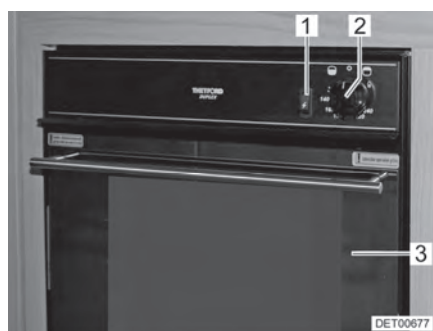
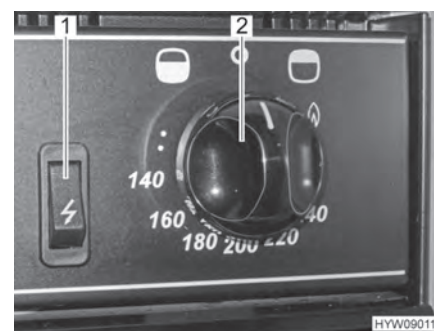

Bild 118 Gasugn med grill
Bild 119 Reglage (gasugn med grill)
- Öppna ugnsluckan (Bild 118,3) helt.
- Tryck vridregulatorn (Bild 118,2 och Bild 119,2) och ställ den moturs (i riktning mot ugn-symbolen "☀") till maximal ställning.
- Tryck på vridregulatorn (Bild 118,2 och Bild 119,2) under 5 till 10 sekunder. Gasen strömmar till brännaren.
- Tryck på tändaren (Bild 118,1 och Bild 119,1) tills lågan tänds.
- Tryck vridregulatorn (Bild 118,2 och Bild 119,2) och ställ den medurs (i riktning mot grill-symbolen "☀") till flammans symbol.
- Vrid med vridregulatorn (Bild 118,2 och Bild 119,2) till "O". Flamman slocknar.